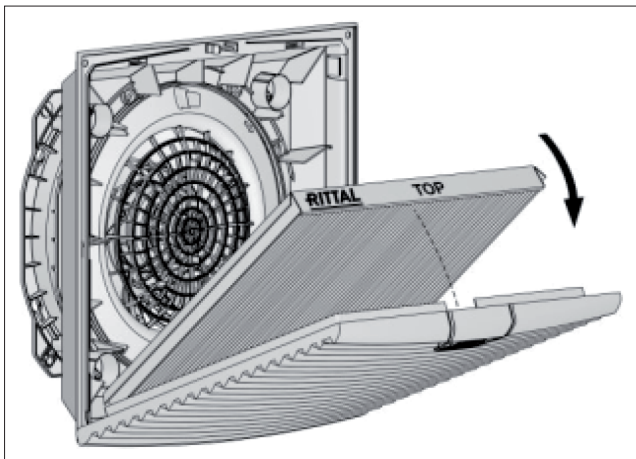

Bild 7: Inbyggnad av finfiltermatta IP54
- Lägg i finfiltermattan i lamellgallret. Märkningen "Top" visar iläggsriktningen (se bild 7).